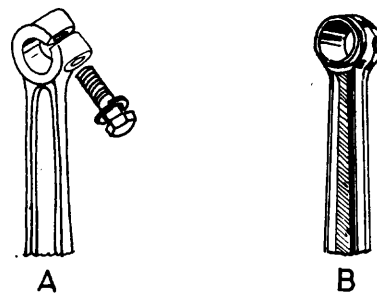

Fig. 2
Cabeza. Es la parte de la biela que se acopla al pistón por intermedio del pasador y puede ser abierta (A) o cerrada (B) (fig. 2).